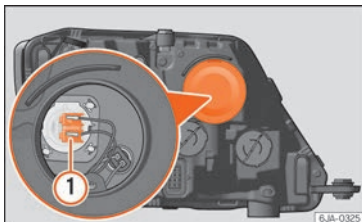

Fig. 91 Cambio de lámpara de la luz de carretera.
- Extraiga el conector » » **fig. 91 ①** tirando hacia afuera.